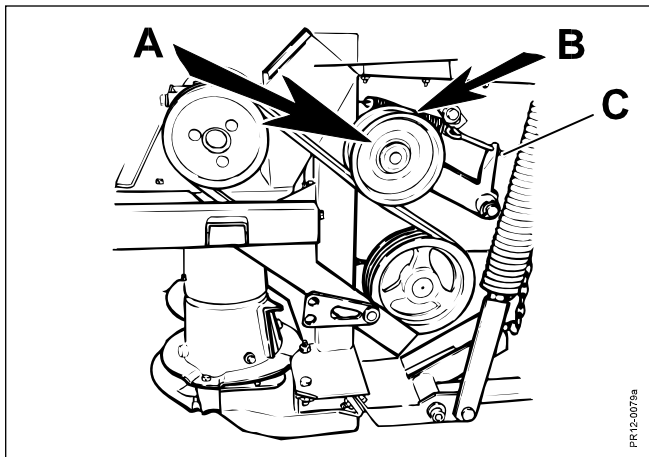

Fig. 5-17
- Fig. 5-17** Kileremmene strammes med strammerrullen **A**. Strammerrullen holdes automatisk tilspændt af en fjeder **B**. Fjederen bør justeres således, at der altid er mindst 1-2 mm "luft" mellem vindingerne. Justering foretages med en møtrik ved **C**.